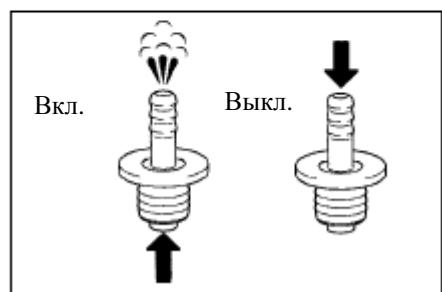

Рис. 273
- Проверьте работу клапана. (рис. 273)